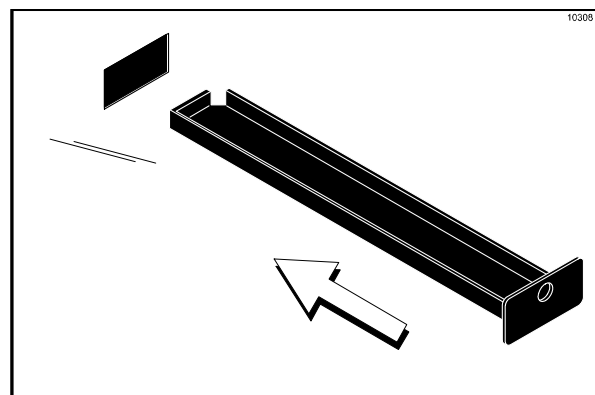

Abbildung 66
12. Die beiden eingekerbten Tropfschalen in der rechts- und linksseitige Verkleidung ausbauen, reinigen und wieder einsetzen. (Siehe Abbildung 66.)